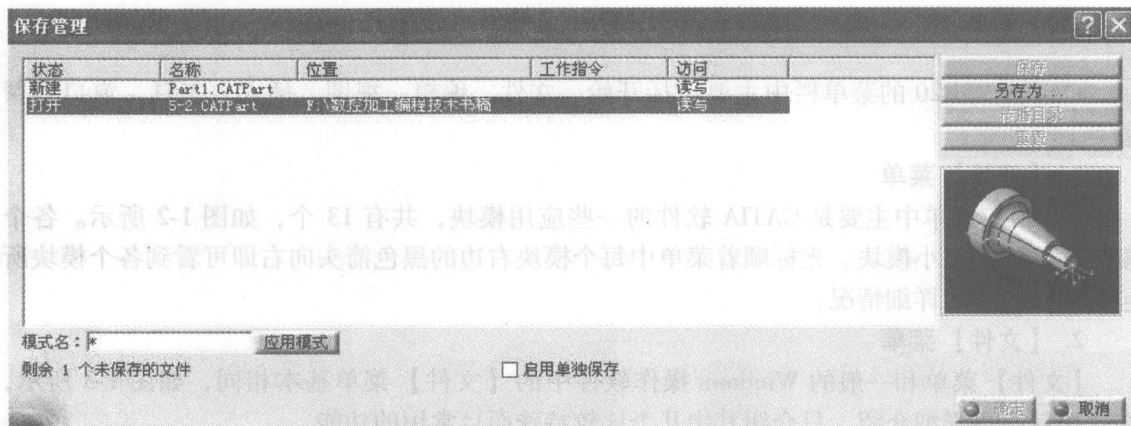

图 1-4 【保存管理】对话框
3) 【保存管理】功能就是将 CATIA 窗口中所有打开的文件列在一起，在一个对话框中进行保存，而不用再重新打开各个文件。【保存管理】对话框如图 1-4 所示。